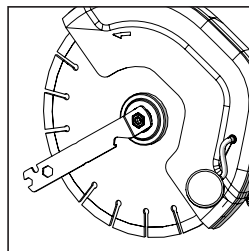

Abb. 3
- Ziehen Sie die Dornschraube mit dem im Lieferumfang enthaltenen Multifunktionswerkzeug an. (Abb. 3)